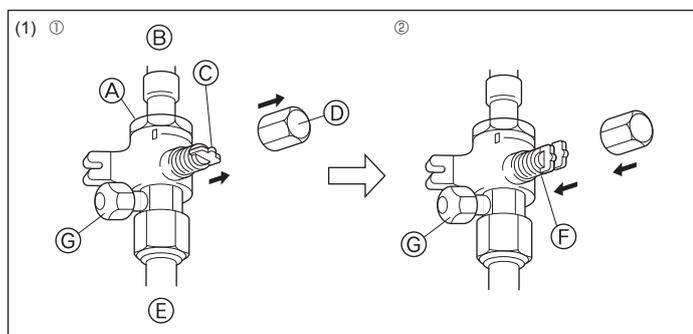
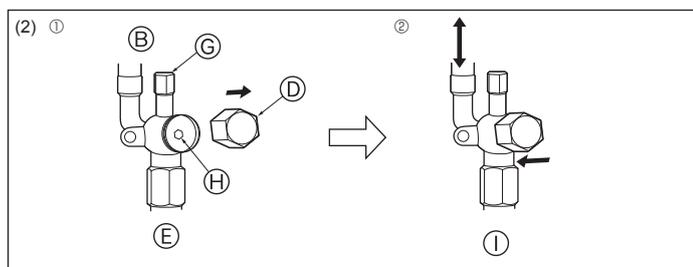

Fig. 4-12
Fig. 4-13
(1) Сторона с газом (Fig. 4-12)
① Снимите колпачок, потяните ручку на себя и поверните на 1/4 оборота против часовой стрелки для открытия.
② Убедитесь в том, что запорный кран полностью открыт, надавите на ручку и поверните колпачок в первоначальное положение.
(2) Сторона с жидкостью (Fig. 4-13)
① Снимите колпачок и поверните шток золотника против часовой стрелки до упора, используя для этой цели 4 мм шестиугольный гаечный ключ. Прекратите поворачивать шток в момент, когда тот достигнет стопора. (Ø6,35: Приблизительно 4,5 оборотов) (Ø9,52: Приблизительно 10 оборотов)